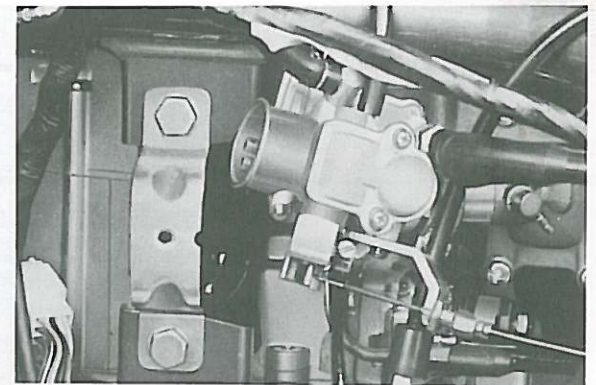

Fig. 3-1-6
11. Remove the carburetor. (Fig. 3-1-6)
11. Enlever le carburateur. (Fig. 3-1-6)
11. Vergaser ausbauen. (Fig. 3-1-6)